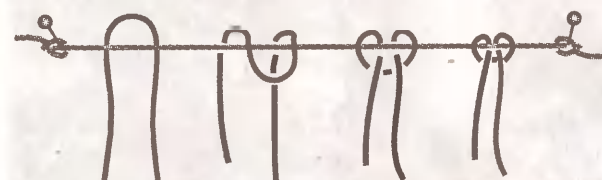

Рис. 11
**2-й способ** (рис. 11). Сложите нить пополам, подложите петлей вверх под основу, перегните петлю вперед на основу и, протянув 2 конца в петлю, затяните узел — перекладина осталась на изнанке.